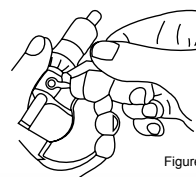

Figure 1
- Lorsque l'erreur d'alignement est inférieure ou égale à ± 0,01 mm (Figures 1 et 2) Insérez la clé fournie dans un trou à l'arrière de la ligne de référence sur la douille et tournez celle-ci de manière à aligner la ligne de référence avec la graduation zéro du tambour.